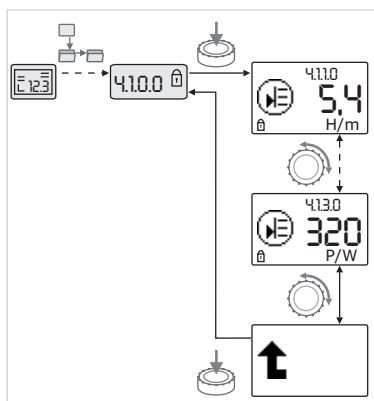

Fig. 40: Activar informações
- Ao rodar o botão vermelho, pode comandar-se elementos de menu do tipo “Informação” do submenu actual (ver fig. 40). A explicação das regulações representadas pelos símbolos encontra-se na tabela do capítulo 8.7 “Elementos de menu de referência” na página 160.